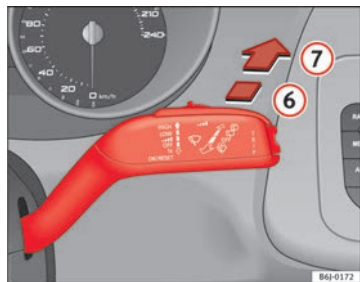

Fig. 66 Palanca del limpiacristales: limpialuneta
- Presione la palanca hacia delante hasta el encastre ⑥ ⇒ fig. 66. El limpialuneta debe accionarse en intervalos de 6 segundos.
- Presione la palanca completamente hacia delante hasta la posición ⑦ ⇒ fig. 66. El limpia y el lavaluneta funcionan simultáneamente. El lavaluneta seguirá funcionando mientras mantenga la palanca en esta posición.